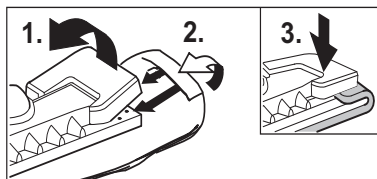

Fig. 11: Tendere lo strofinaccio
- Fissare lo strofinaccio (H3) alla bocchetta per pavimenti (H1). A tal fine piegare lo strofinaccio in senso longitudinale e poggiarvi sopra la bocchetta per pavimenti. Tirare una dopo l'altra le estremità sporgenti dello strofinaccio sotto le mollette di arresto (H2) (si veda fig. 11).